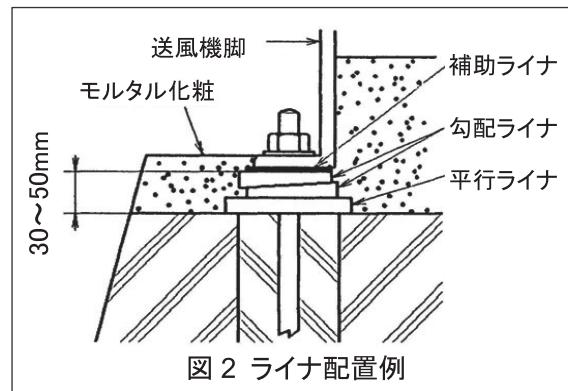

図2 ライナ配置例
- (3) 平行ライナ1枚と勾配ライナ2枚を図2に示すように送風機の基礎ボルト穴の両側に振り分け配置してください。必要に応じて補助ライナ(厚さ3mm以上)を使用してください。基礎ボルト間の距離が1mを超える場合はさらにその間にライナを設置してください。
- (4) 送風機または防振ベースをライナに乗せ、基礎ボルトを送風機または防振ベースの基礎ボルト穴に通して、箱抜穴内に垂下させしてください。耐震型(ALF-No.6, No.7)とする場合は、基礎ボルトを基礎コンクリートの鉄筋に溶接してください。
- (5) 送風機の位置や高さを勾配ライナを使って調整決定してください。